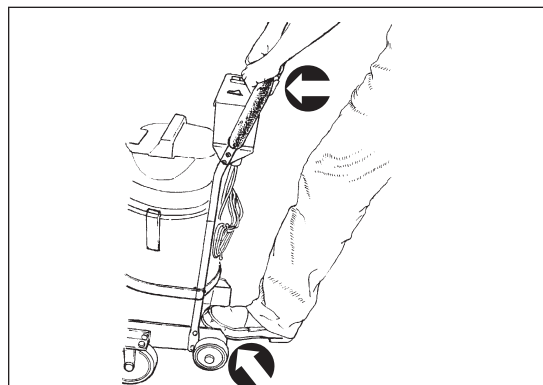

Рисунок 13
- б.) Наклоните машину взад, нажав ногой на наклонный сопутствующий ремень и одновременно надавив на рукоятку. (См. рисунок 13)